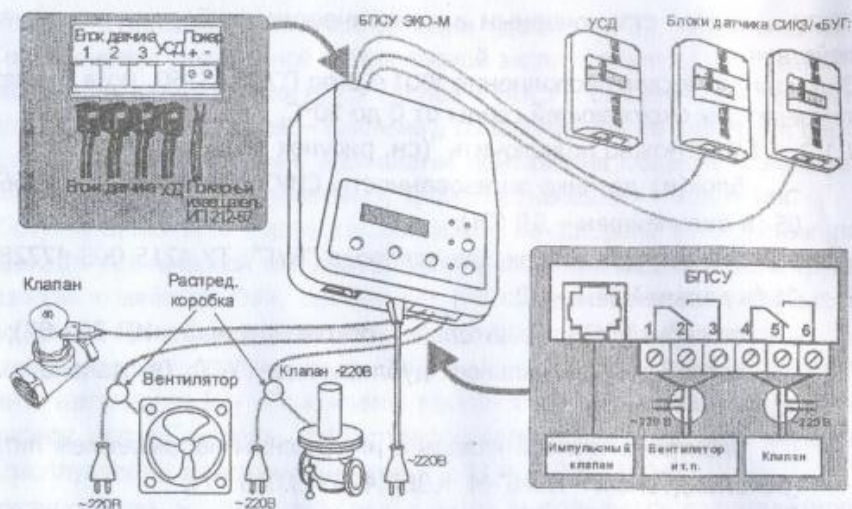

Рисунок 1 – Внешний вид Системы
1.1.2. К БПСУ можно подключить (см. рисунок 1):
На передней панели БПСУ (рисунок 1) расположены:
**⚠ ВНИМАНИЕ! Кабель, соединяющий БД с БПСУ, подключать к розетке "УСД" БД (см. рисунок 1).**